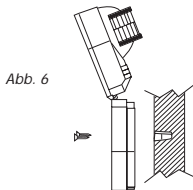

Abb. 6
- Bringen Sie die Rückwand des Gerätes in die gewünschte Position und markieren Sie die Bohrlöcher (Abb. 6). Dann bohren Sie die Löcher ausreichend tief und bringen Sie die Dübel an.
- Der Anschluß kann entweder direkt aus der Wand hinter dem Gerät oder von unten an der Wand entlang durch die dafür im Gehäuse vorgesehenen Aussparungen erfolgen (Abb. 6).